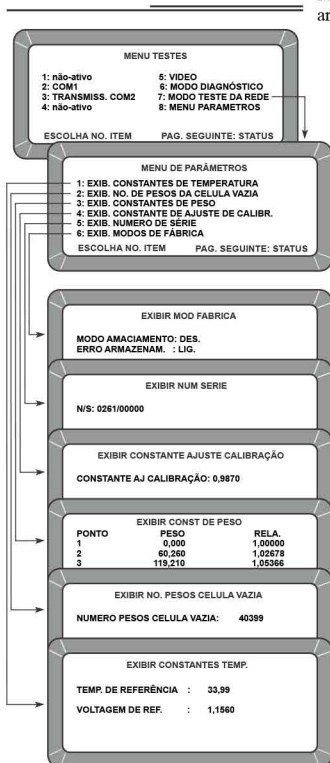

Figura 54. Visualizando MENU PARÂMETROS
1. Entre no MENU PARÂMETROS teclando 8 no MENU TESTES (Ver figura 54). Este menu permite que o operador veja os parâmetros da máquina.